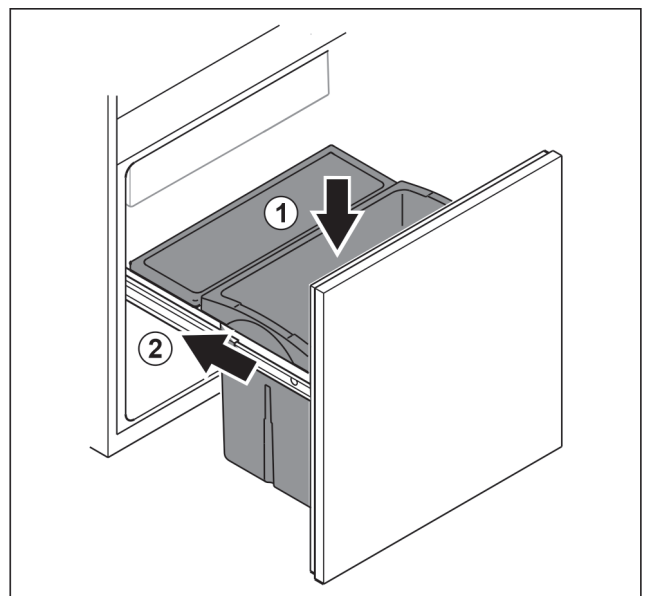

Fig. 102
- ▶ Insérer le tiroir par le haut. *Fig. 102 (1)*
- ▶ Introduire le chariot coulissant. *Fig. 102 (2)*